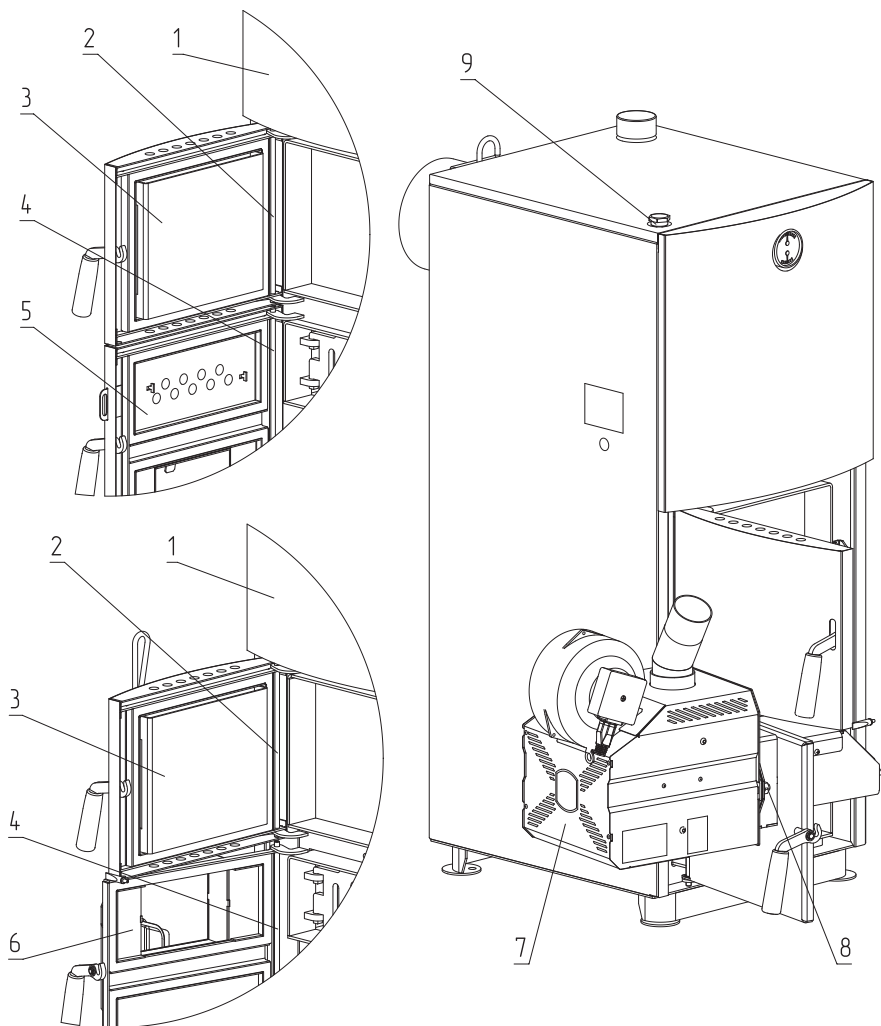

Рис. 13 Порядок установки ZOTA «FOX» на твердотопливные котлы ZOTA Mix 40 и ZOTA Mix 50
- Снимите панель (**Рис. 13, поз. 1**);
- Извлеките ось (**Рис. 13, поз. 2**);
- Снимите дверцу загрузочную (**Рис. 13, поз. 3**);
- Извлеките ось дверцы зольной (**Рис. 13, поз. 4**);
- Снимите зольную дверцу (**Рис. 13, поз. 5**);
- Установите адаптер горелки (**Рис. 13, поз. 6**);
- Зафиксируйте его осью (**Рис. 13, поз. 4**);
- Установите дверцу загрузочную (**Рис. 13, поз. 3**);
- Установите ось загрузочной дверцы (**Рис. 13, поз. 2**);
- Установите на место панель (**Рис. 13, поз. 1**);
- Установите горелку (**Рис. 13, поз. 7**) на котел;
- Зафиксируйте горелку гайками (**Рис. 13, поз. 8**);
- Для установки гильзы под датчики температуры и перегрева снимите пробку или тягорегулятор (если установлен) и установите гильзу (**Рис. 13, поз. 9**) в освободившееся отверстие.